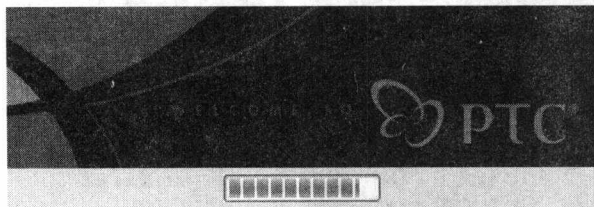

图 1-5 安装启动界面
(1) 由于 Pro/ENGINEER Wildfire 3.0 中文版需要软件许可证, 因此首先把许可证文件 license.dat 复制到硬盘的某个位置下, 如 C:\proe\license.dat。
(2) 将安装光盘插入光驱中, Pro/ENGINEER Wildfire 将自动进行安装, 出现如图 1-5 所示的安装启动界面。